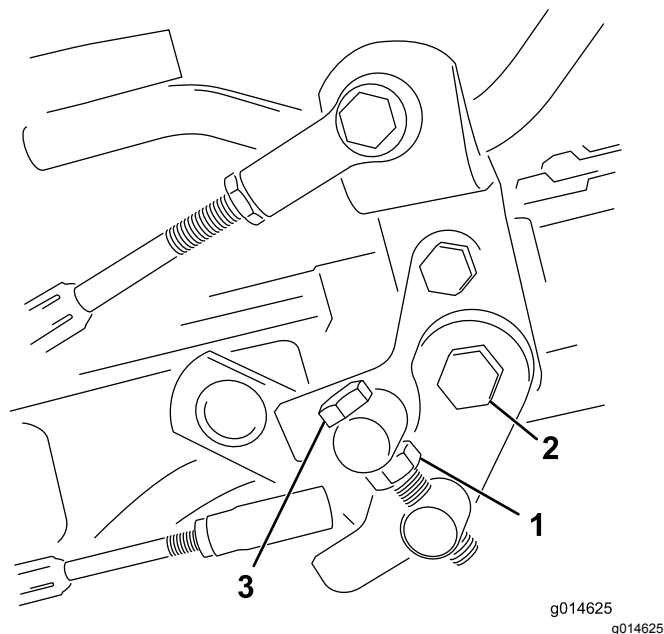

図 51
1. トラニオンボルトのジャムナットをゆるめる 図 51。
4. トラニオンボルトのジャムナット、およびペダルピボットのナットを締め付けて調整を固定する 図 51。調整を確認し、必要に応じて再調整する。